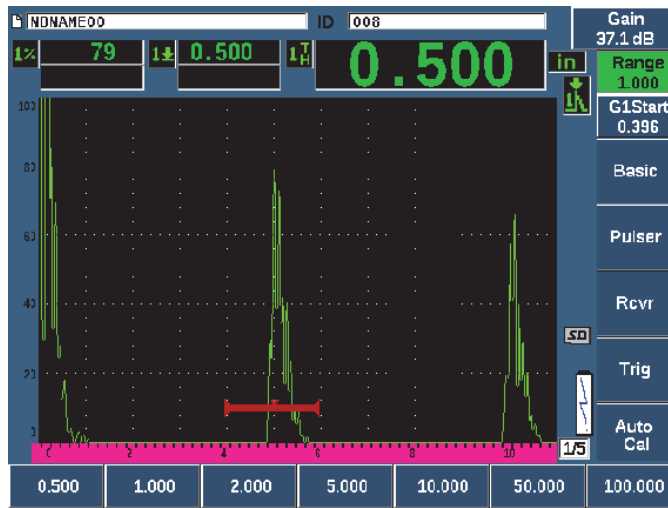

Figure 3-17 Valeur de l'étendue
15. Appuyez sur **RANGE** (Étendue), et puis réglez l'étendue de l'écran à la valeur voulue (voir la Figure 3-17 à la page 80).